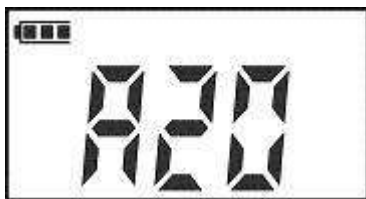

Рисунок 6.5
6.7 При отсутствии настройки на индикаторе измерителя отображается надпись «A20» и включается периодическая звуковая сигнализация (рисунок 6.5).